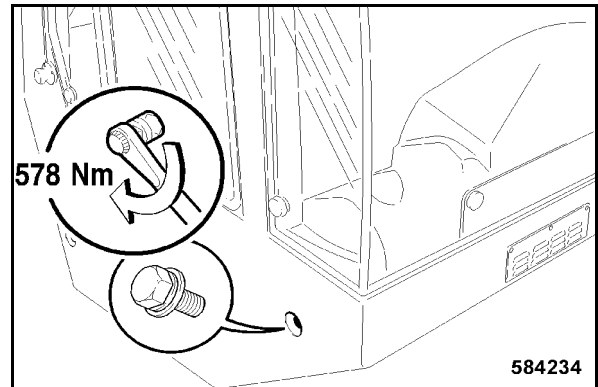

fig. 215
- Serrer la vis de fixation avant latérale droite à un couple de 578 Nm (fig. 215).